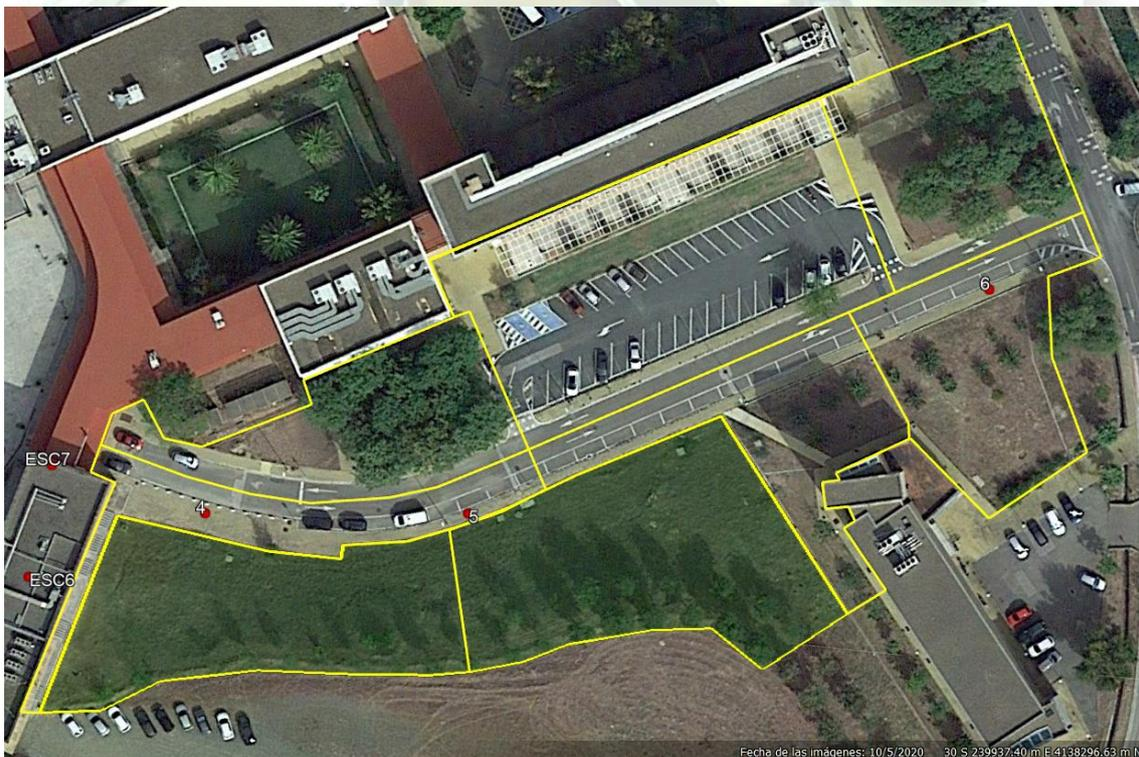

Imagen 1. Ortofoto de la zona de trabajo con reparto y bases ETSIA. Fuente: Google Earth & Dpto. Ingeniería Gráfica.
2. Repartir las zonas de trabajo (ver imagen 1) y acordar **códigos** a emplear respecto al encargo del cliente.